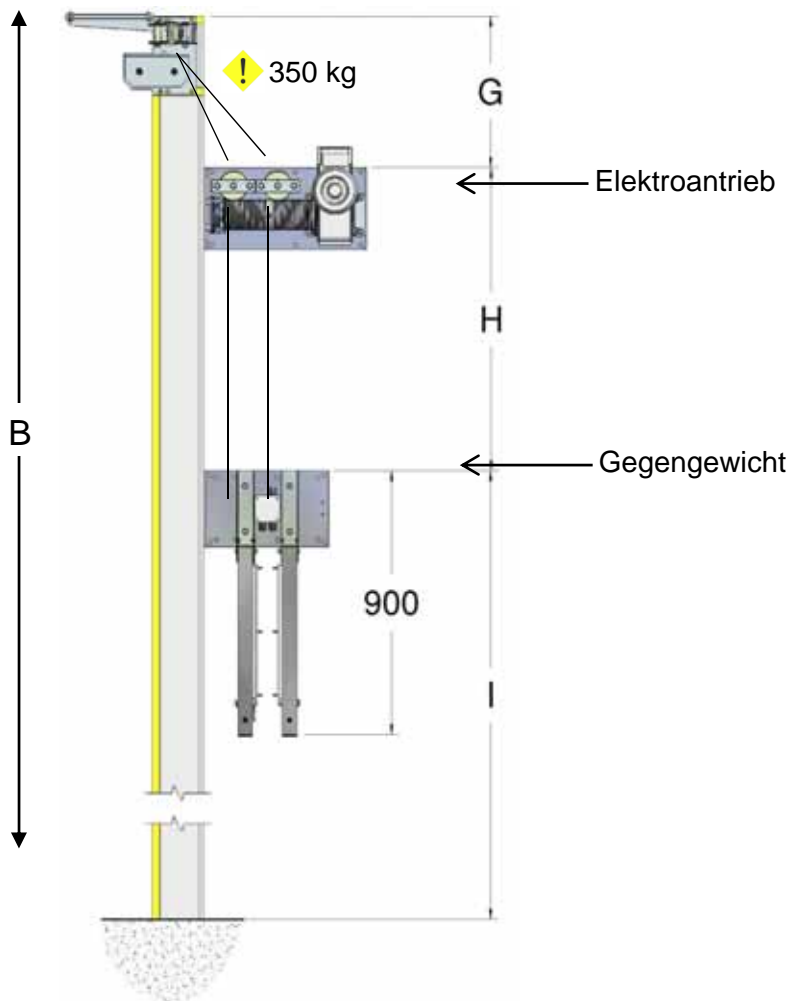

Abbildung 6
7. Die Position des Elektroantriebs und der Gegengewichtplatten für die verschiedenen Tor Höhen (B) sind in Tabelle 2 und Abbildung 6 aufgeführt. Beachten Sie, dass sich bei Höhen zwischen 3,2 m und 3,8 m die Unterseite der Gegengewichte weniger als 2 m über dem Boden befinden. Es müssen daher durch den Kunden Maßnahmen getroffen werden, die verhindern, dass Personen mit ihnen in Kontakt geraten.
- ❖ Siehe Abbildung 13b: die Regeln für die Abmessungen von G, H und I in Relation zur Höhe B, wie in Punkt 7 und Abbildung 6 dargelegt, gelten auch weiterhin.